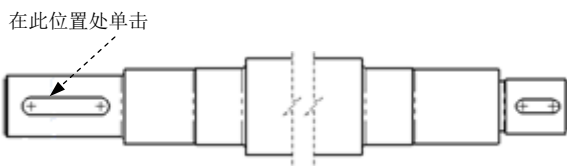

图 6.14.6 定义剖面线位置
Step2. 选取切割线类型。在 **切割线** 区域单击  按钮，然后在图 6.14.6 所示的合适位置上单击，以确定放置位置。